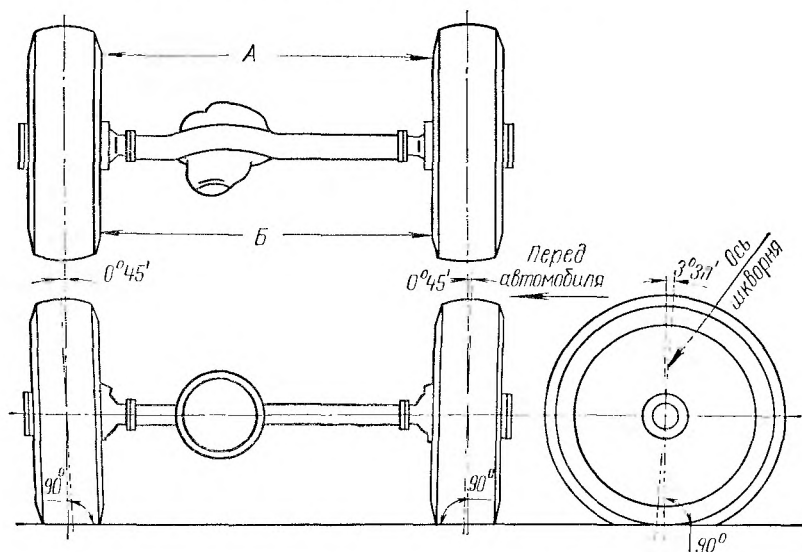

Рис. 75. Углы установки передних колес автомобиля ГАЗ-66
**Проверка установки передних колес.** Для обеспечения устойчивости движения автомобиля и устранения повышенного износа шин предусмотрена указанная в табл. 13 установка передних колес (рис. 75).
Схождение колес измеряют разностью расстояний между внутренними поверхностями шин сзади (Б) (см. рис. 75) и спереди (А) приблизительно на уровне центров колес. Эта разность при правильной величине схождения колес должна быть равна 2—5 мм, т. е.  $B - A = 2 - 5$  мм.